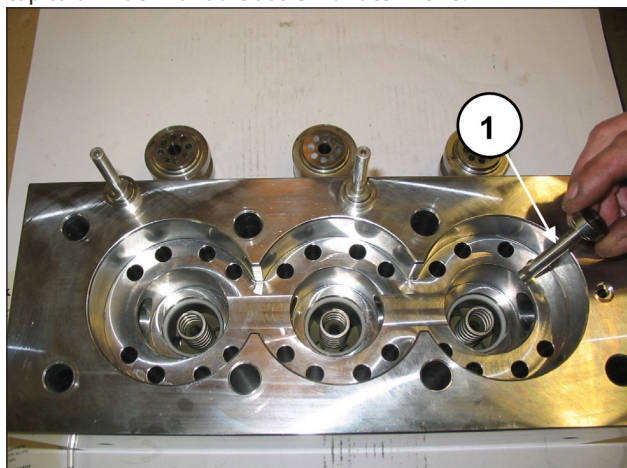
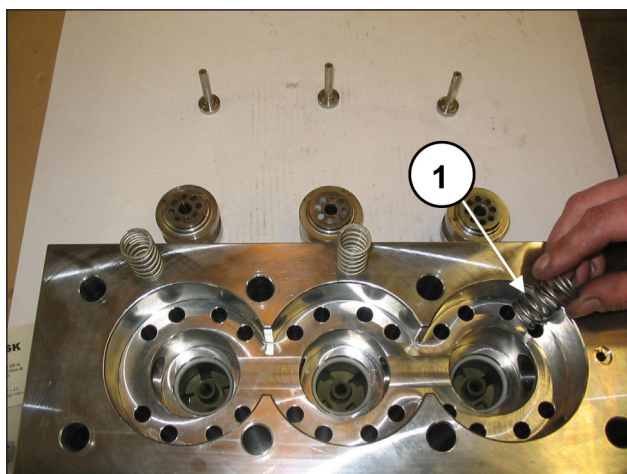
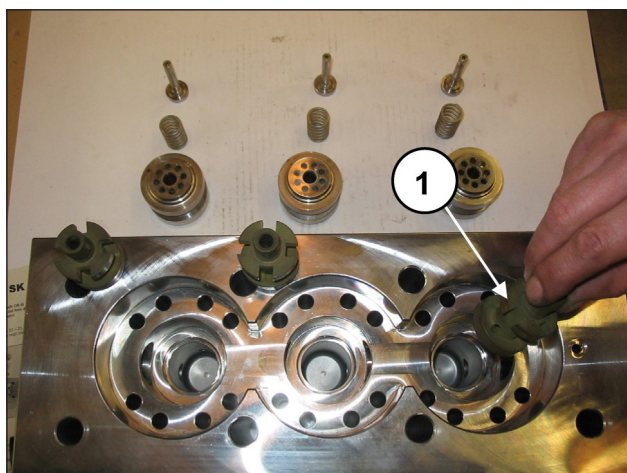

Fig. 104
Fig. 105
Fig. 106
Estrarre i piattelli di mandata (pos. ①, Fig. 104), e le rispettive guide (pos. ①, Fig. 106), con relative molle (pos. ①, Fig. 105), controllare il loro stato di usura ed eseguire, se necessario, eventuali sostituzioni, e comunque negli intervalli indicati nel capitolo 11 del **Manuale uso e manutenzione**.